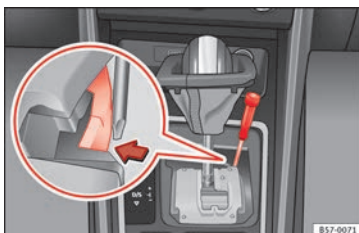

Abb. 59 Wählhebel: Notentriegeln aus der Parkstellung
- Drücken Sie seitlich mit Hilfe des Schraubendrehers auf die gelbe Entriegelungstaste und halten Sie sie gedrückt  **Abb. 59**.